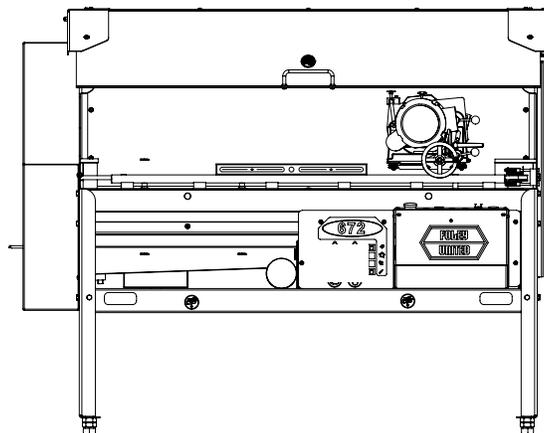

ABB. 4
Legen Sie eine Wasserwaage auf die vordere Schlittenschiene, etwa in der Mitte der Maschine, und prüfen Sie die Nivellierung von links nach rechts. Siehe ABB. 4. Verstellen Sie die Fußschrauben, um die Einheit zu nivellieren.
2. Heben Sie die optionalen Faltenbälge des Fahrschlittens an (siehe ABB. 4), falls verwendet, reinigen Sie sorgfältig die Fahrschienen und führen Sie eine Spül-Spritz-Schmierung mit CRC 3-36 oder einem gleichwertigen Schmiermittel durch. Lassen Sie dann den Schlitten über seinen gesamten Verfahrensweg hinweg vor- und zurückfahren. Wischen Sie mit einem sauberen Lappen überschüssiges Schmiermittel ab. Lassen Sie den Schlitten vor- und zurückfahren und wischen Sie die Schiene nach jedem Durchlauf ab. Wiederholen Sie dies, bis sich die Schiene trocken anfühlt.